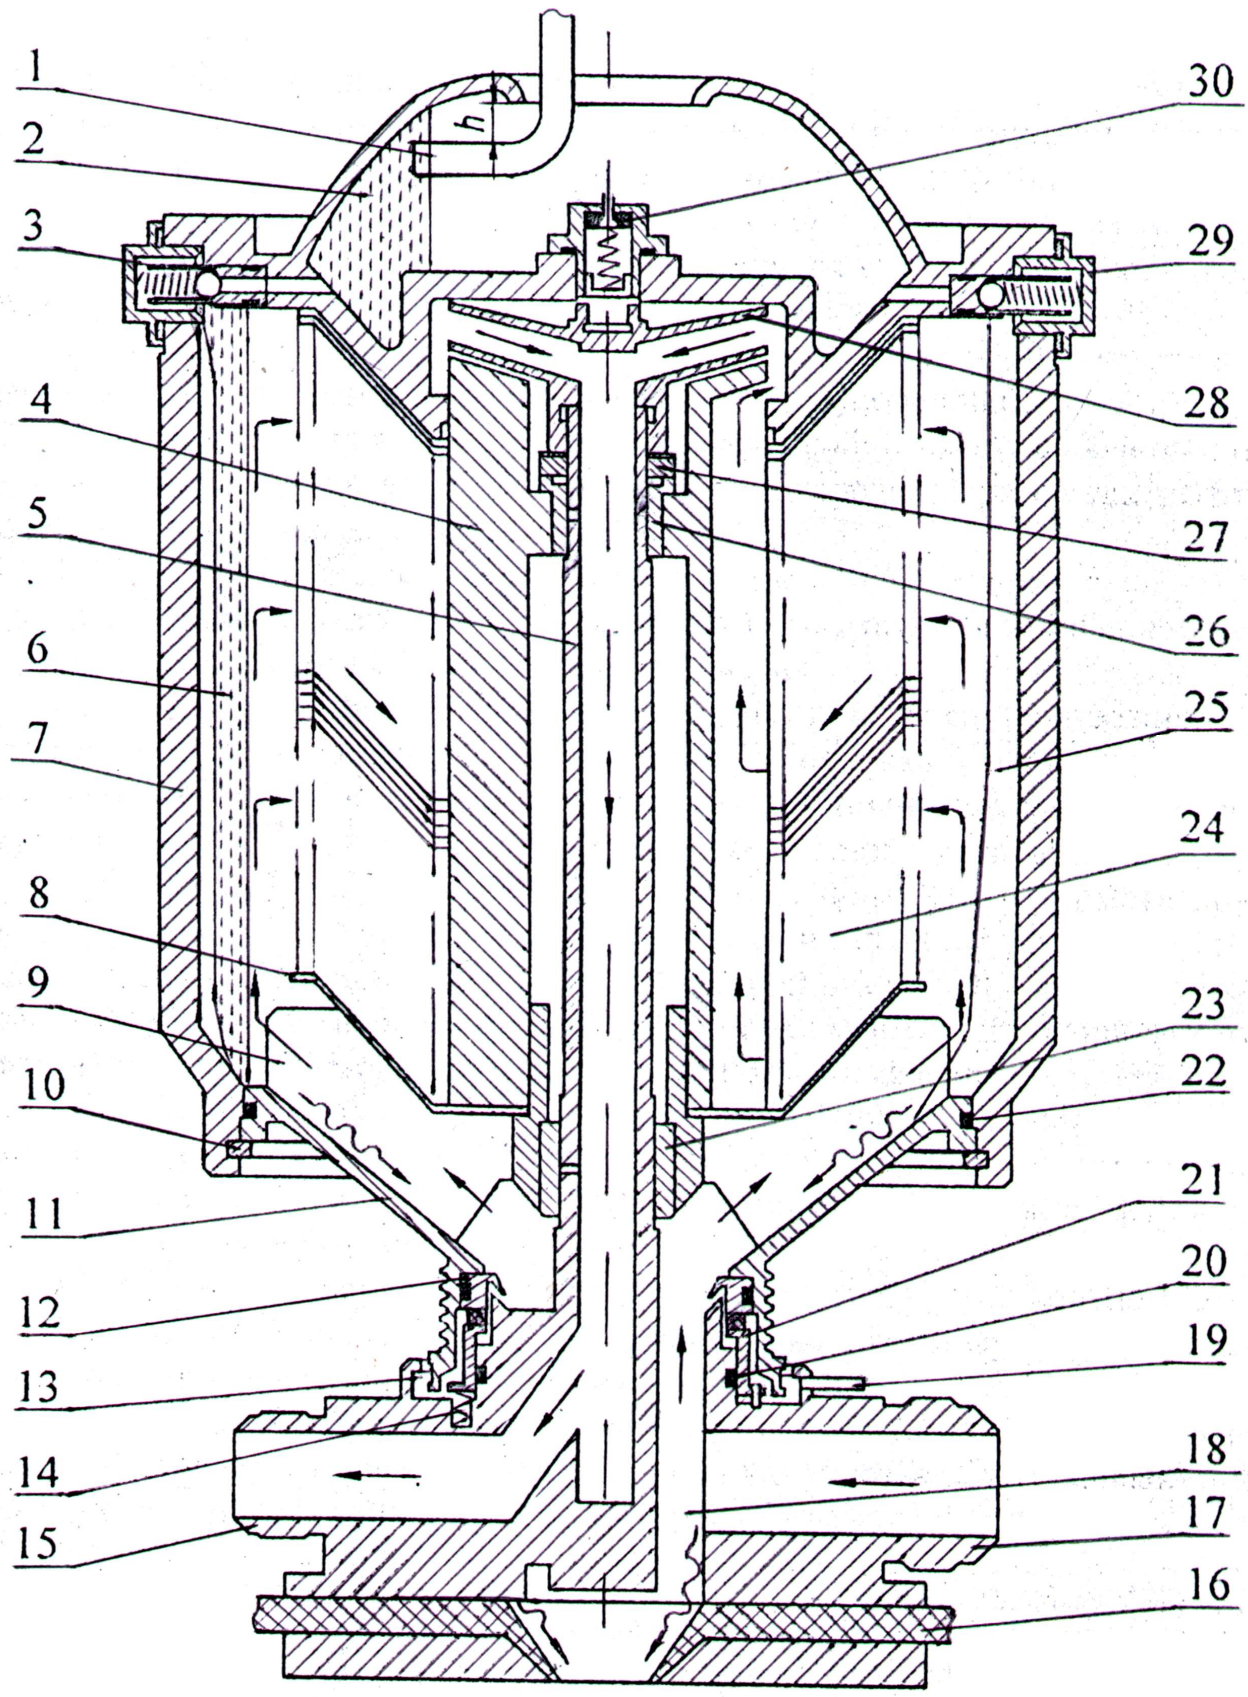

Рис.4.2
4.2.1. Центрифуга состоит из двух частей – неподвижной и вращающейся (ротора). Неподвижная часть состоит из основания центрифуги с входным 17 (рис. 4.2.) и выходным 15 штуцерами, полый ось 5, по которой отводится очищенная жидкость, и напорного диска 28. Между осью и основанием имеются каналы 18 для прохода жидкости. Основание крепится к резиновой мембране 16 (мембрана 7 на рис. 4.1.), которая, в свою очередь, крепится к корпусу станда. Основание центрифуги через отверстия в мембране сообщается с грязеотстойником станда.